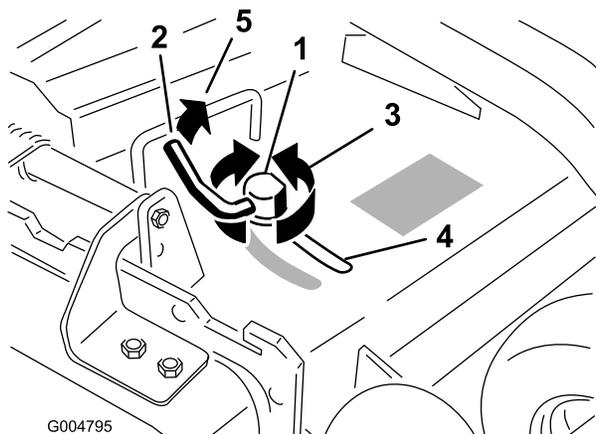

Figura 17
3. Per regolare il blocco della camma alzate la leva e allentate il blocco (Figura 17).
- Riportate la leva alla posizione originale per serrare il blocco del deflettore e della camma (Figura 17).